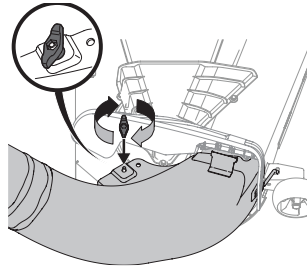

Figure 20
5. Fixez le coude de la goulotte de descente au plateau de coupe au moyen du bouton à ailettes (720-04122) inclus dans la trousse de dispositif d'ensilage. Consultez la Figure 20.